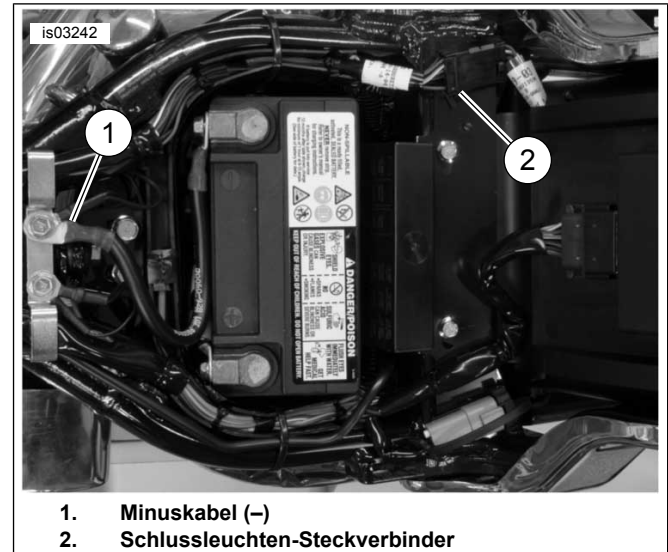

Abbildung 1. Batterieminuskabel und Schlussleuchten-Steckverbinder
2. Siehe Abbildung 1. Die Batteriekabel, Minuskabel (-) zuerst, abklemmen.